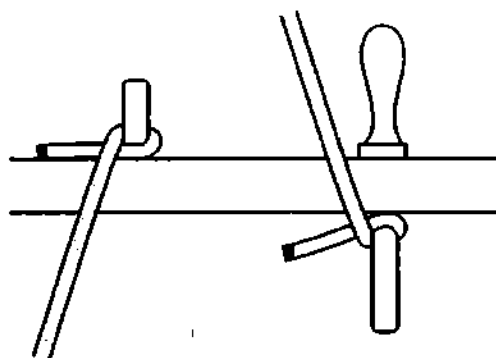

Рис. 579. Самозатягивающийся полуштык.
**Самозатягивающийся полуштык** – это наипростейший узел для временного крепления верёвки к опоре. Для крепления верёвки с помощью **самозатягивающегося полуштыка** достаточно лишь коротенького кусочка троса и подходящей опоры. По сути это даже не узел, и даже не полуузел, а маленькая петелька-калышка (рис. 579). Калышка без опоры, что ноль без палочки, а в соединении с опорой (с палочкой) калышка уже становится не просто элементом узла, а целым узлом – **самозатягивающимся полуштыком**, и опора у него является неотъемлемым элементом узла. Пока ходовой конец калышки прижат к опоре коренным концом, узел остаётся устойчивым и безопасным, но как только трос ослаб, **самозатягивающийся полуштык** тотчас развязывается. Поэтому необходимым условием стабильности узла является постоянная нагрузка.